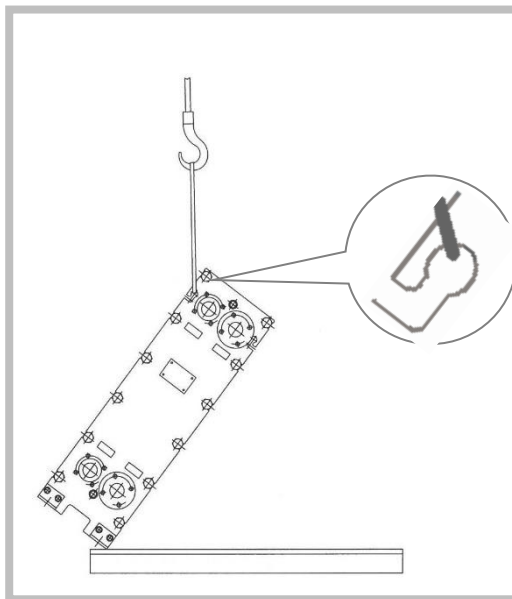

Figura 23
3. Sollevare lentamente l'SCP dal pallet in corrispondenza del baricentro. (Figura 23) Attenzione: gli strumenti di fissaggio devono essere saldamente ancorati e inseriti negli occhielli.